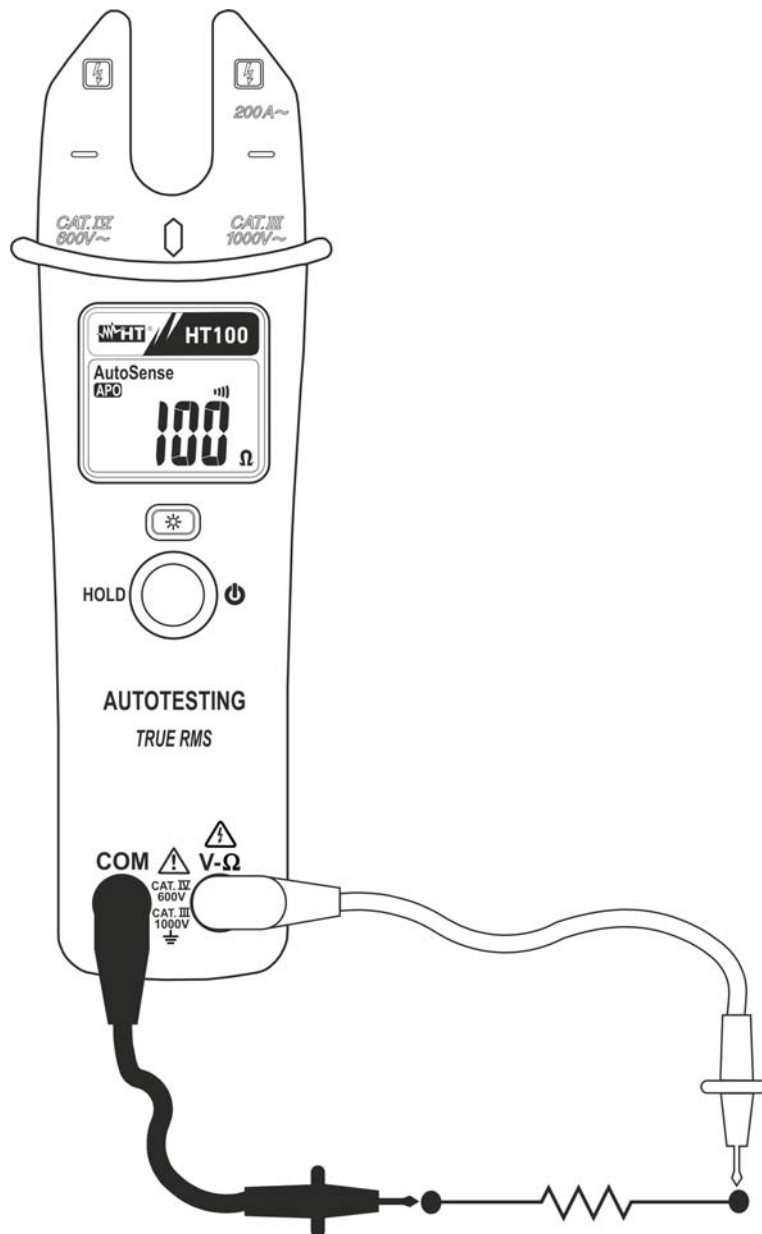

Fig. 5: Uso della pinza per misura di resistenza
2. Posizionare i puntali nei punti desiderati del circuito in esame (vedere Fig. 5). Il valore della resistenza è visualizzato a display.